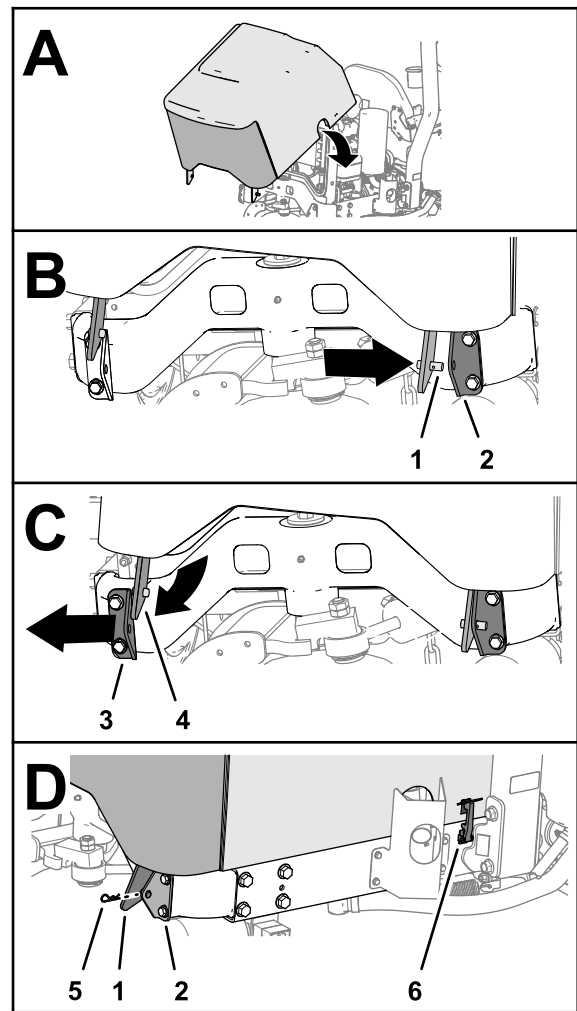

Figura 61
2. Inserte el pasador del soporte de giro derecho del capó en el taladro de la sujeción derecha del capó y mueva el capó a la derecha (Figura 61).
3. Alinee el pasador del soporte de giro izquierdo del capó con el taladro en la sujeción izquierda del capó y mueva el capó a la izquierda (Figura 61).
4. Instale la chaveta en el pasador del soporte de giro derecho del capó (Figura 61).
5. Fije el capó con los 2 cierres (Figura 61).
1. Alinee el capó sobre el motor (Figura 61).